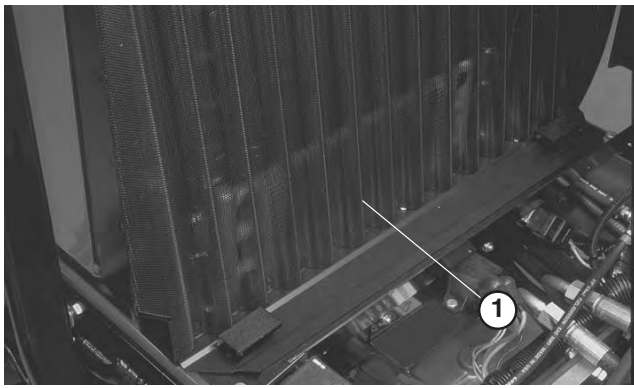

Bild 52
2. Lösen Sie die Klemmen und ziehen Sie das Gitter nach oben aus den Befestigungsritzen (Bild 52). Reinigen Sie das Gitter gründlich mit Wasser oder Druckluft.